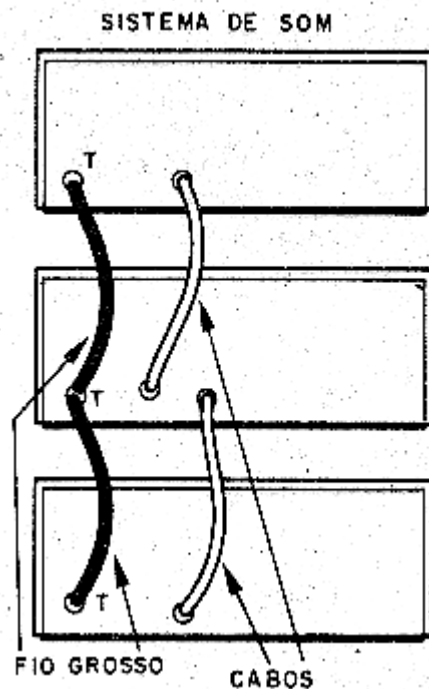

Figura 277 – Usando um fio grosso como interligação de terras (T)
* Interligue os terminais de terra de todos os aparelhos que formam o sistema, se usarem caixas separadas, conforme mostra a figura 277.